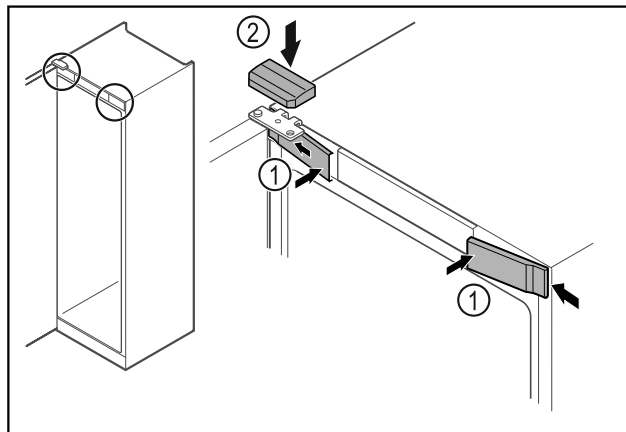

Fig. 68
- ▶ Закачете предните капаци Fig. 68 (1) отстрани и фиксирайте.
- ▶ Фиксирайте горния капак Fig. 68 (2) отгоре.